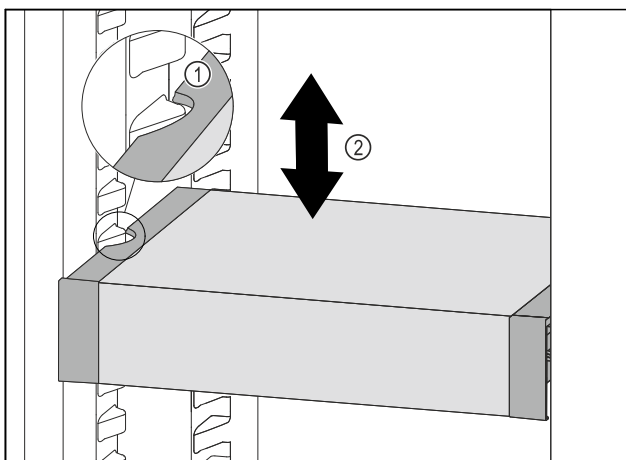

Fig. 102
- ▶ VarioSafe nach vorne ziehen, bis sich die seitlichen Aussparungen des VarioSafes auf Höhe der Behälterrippe im Kühlteil befinden. Fig. 102 (1)
- ▶ VarioSafe im Kühlteil nach oben oder unten bewegen, bis gewünschte Höhe erreicht ist. Fig. 102 (2)